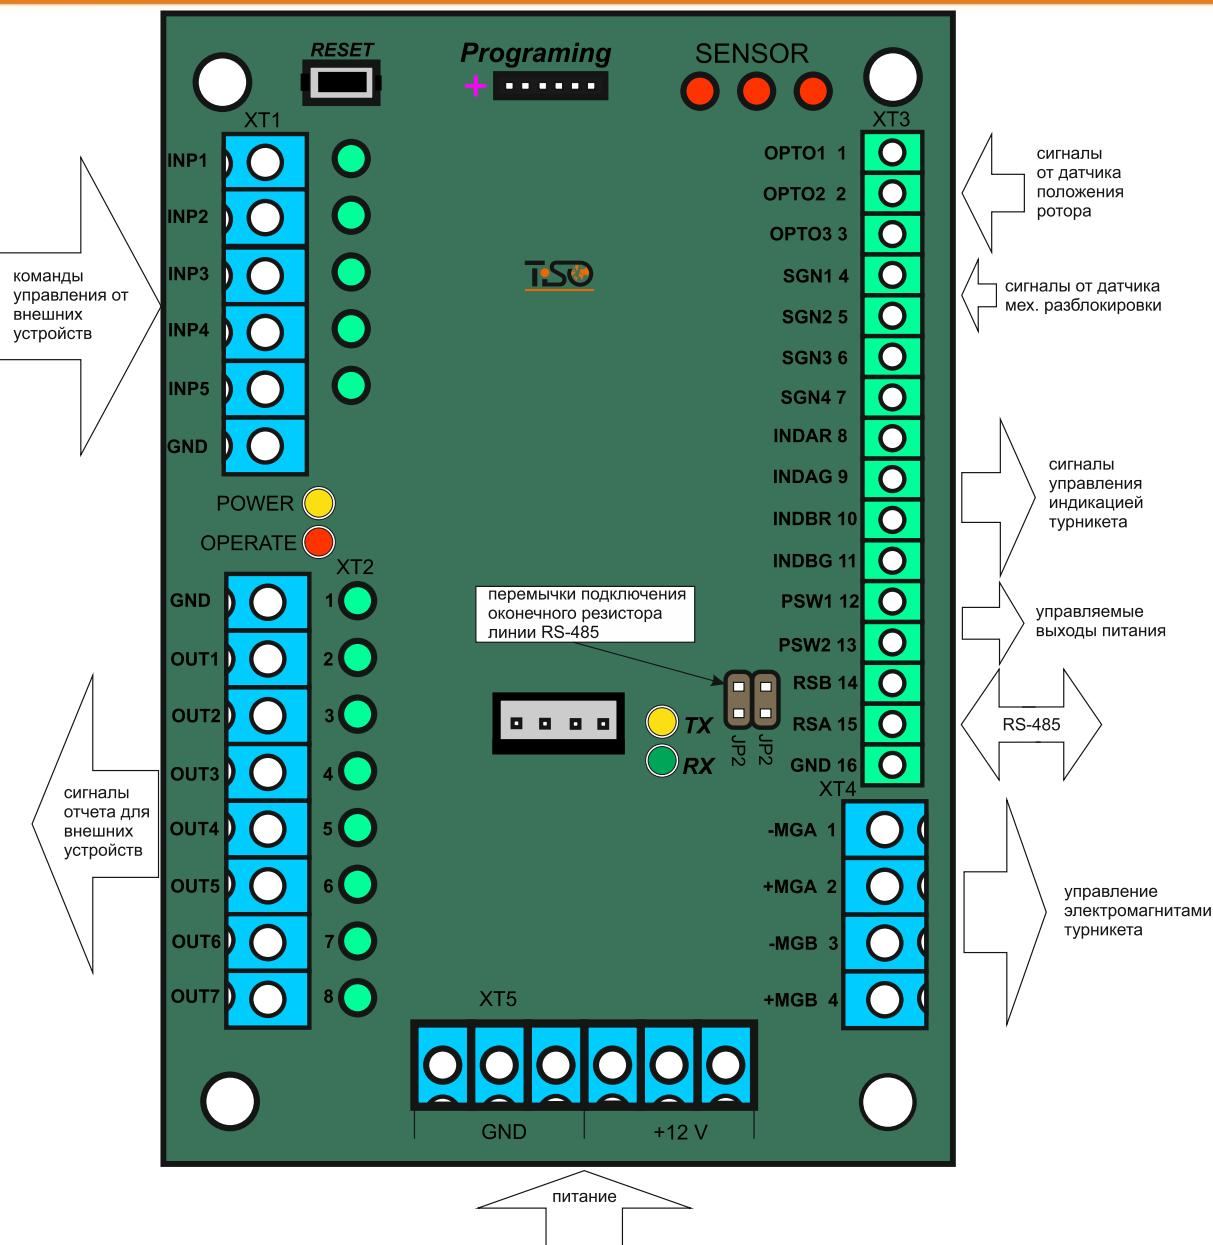

Рис. 7– Внешний вид контроллера PCB.112.21.20.00
1.6.2.1. Контроллер выполнен на плате (104 x 68) мм (см.рисунок 7). Для управления электромагнитами и индикаторами используются полевые транзисторы.